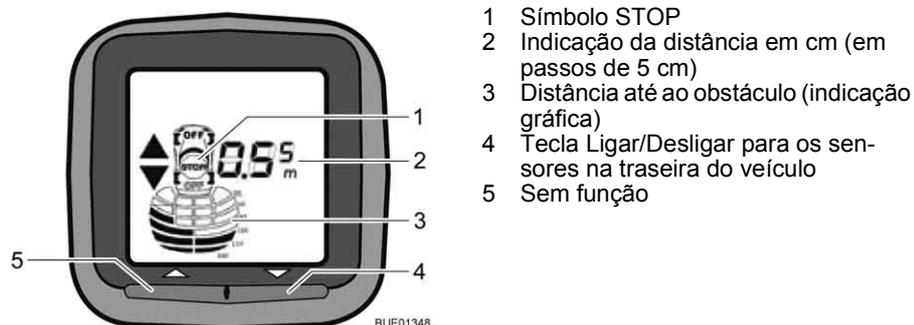

Fig. 19 Unidade indicadora Park Boy V
No habitáculo há uma unidade indicadora munida de um display (Fig. 19) que indica a distância até ao obstáculo. Simultaneamente, soa um sinal acústico de aviso.
- Premir a tecla Ligar/Desligar (Fig. 19,4). O display ilumina-se e nele aparece o símbolo indicador do veículo. O controlo de estacionamento à distância está pronto a fazer a medição.
- Premir a tecla Ligar/Desligar (Fig. 19,4). O controlo de estacionamento à distância pode ser desligado em qualquer altura, independentemente do método de ligação escolhido, premindo a tecla Ligar/Desligar.
O display (Fig. 19) mostra a distância em passos de 5 cm. Indicada é sempre a menor distância medida por um sensor.